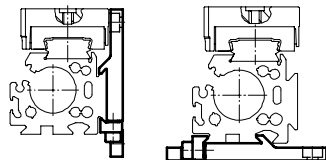

Fig. 12
2. Sujete las fijaciones al perfil en el DGC-... según la Fig. 12.